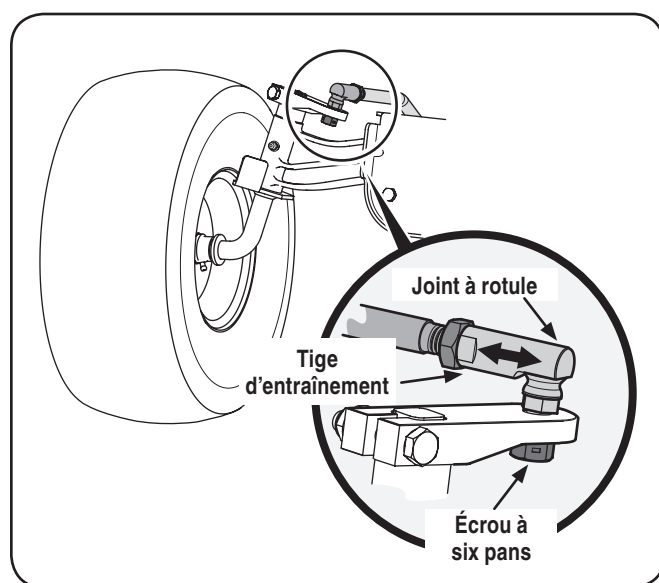

Figure 6-6
1. Enlevez l'écrou hex. sur le dessus du joint à rotule. Voir la Figure 6-6.